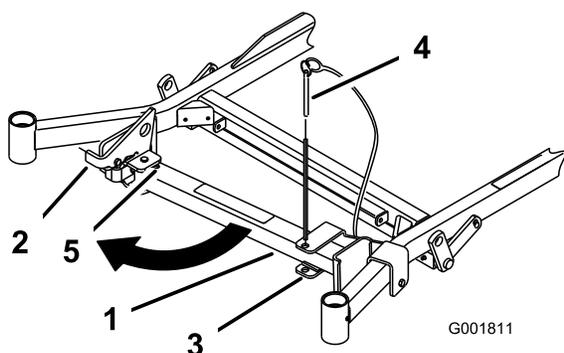
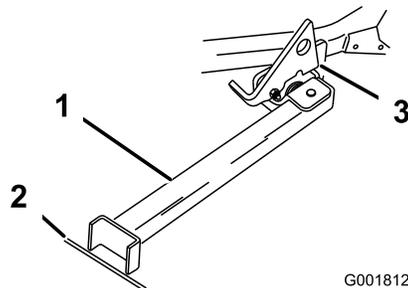

Figure 45
Figure 46
2. Retirez la goupille du support (Figure 45).
4. Dépliez le pied du support et poussez le support vers la machine en l'engageant dans le bas de la fente (Figure 45 et Figure 46).
5. Posez le pied du support sur le sol et appuyez le verrou sur la languette de pivot (Figure 46).
**Remarque:** Pour obtenir des résultats optimaux, placez le pied du support dans des fissures du trottoir ou dans la pelouse (Figure 46).
7. Conduisez la machine sur le support. Arrêtez-vous quand le verrou retombe sur la languette en position verrouillée (Figure 46).
5. Ramenez le support à sa position de repos (Figure 45).